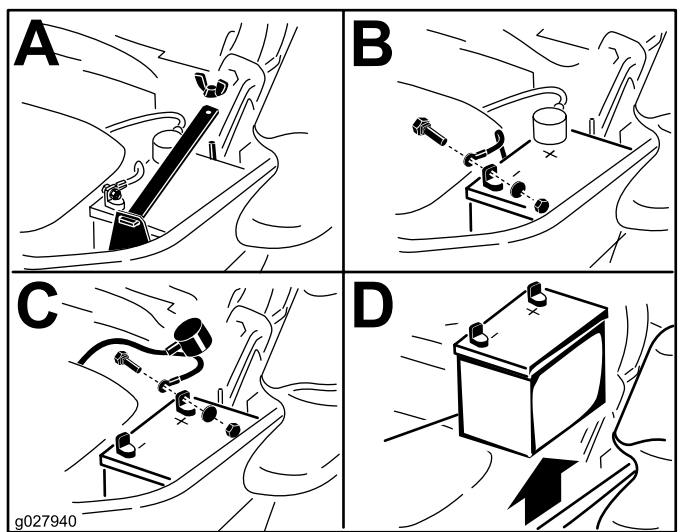

Figure 61
3. Débranchez le câble négatif (noir) de la batterie de la borne négative (-) de la batterie (Figure 61).
4. Enlevez le capuchon rouge de la borne positive (+) de la batterie et débranchez le câble positif (rouge) (Figure 61).
5. Retirez l'écrou à oreilles qui fixe la barrette de maintien de la batterie (Figure 61).
6. Déposez la barrette de maintien (Figure 61).
7. Retirez la batterie (Figure 61).
1. Placez la batterie dans son support en tournant les bornes à l'opposé du réservoir hydraulique (Figure 61).
4. Fixez les câbles avec 2 boulons, 2 rondelles et 2 contre-écrous (Figure 61).
6. Reposez la barrette de maintien et fixez-la avec l'écrou à oreilles (Figure 61).